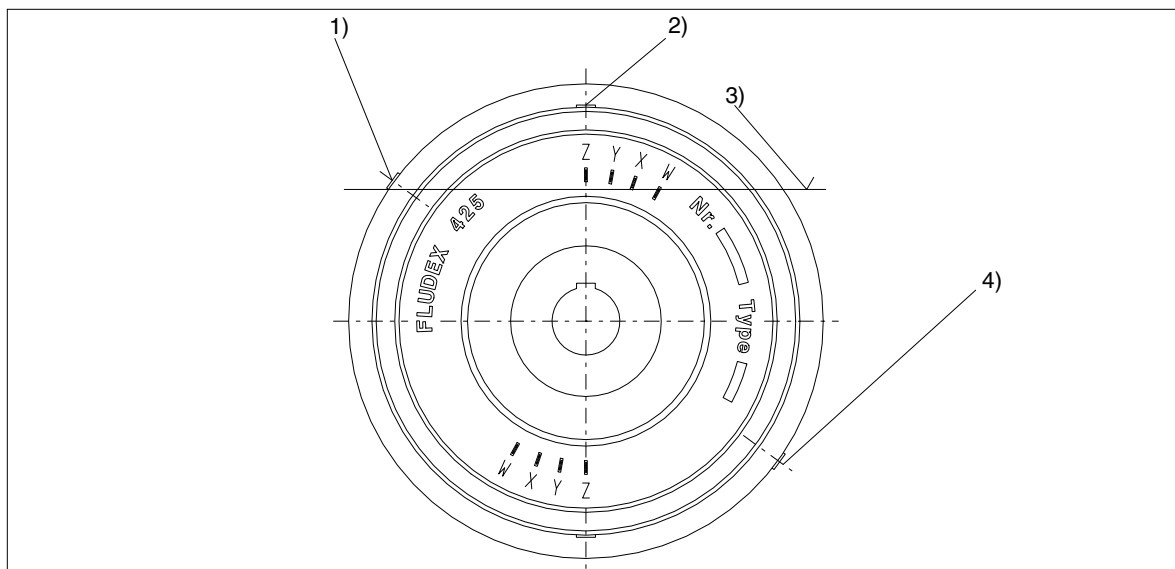

Рис. 11: Заполнение
Рабочую жидкость необходимо заполнить через тонкое сито (размер ячеек $\leq 30 \mu\text{m}$) на резьбовой пробке наливного отверстия (153), смотри рис. 11. Только эти впускные отверстия снабжены каналом для заполнения, который защищает от нечаянного переполнения. Для лучшей деаэрации внутреннего пространства нужно выкрутить расположенную во внешнем фланце резьбовую пробку / плавкий предохранительный винт (163) или второй плавкий предохранительный винт (103). Она расположена со смещением под соответствующим углом так, чтобы в случае опасности переполнения излишек жидкости могло бы там вытекать.